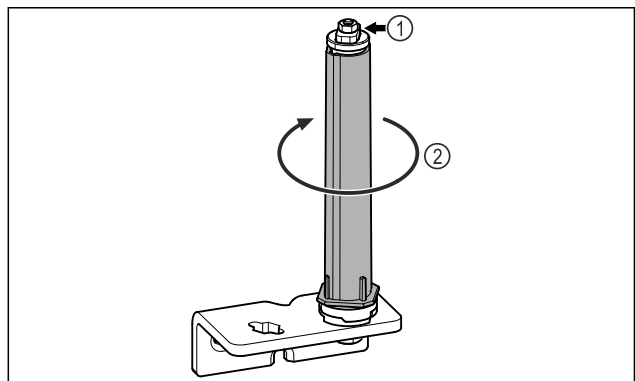

Fig. 28
- ▶ Systemu blokującego drzwi Fig. 28 (1) nie należy demontować.
- ▶ System blokujący Fig. 28 (2) obrócić do momentu, aż kliknie.